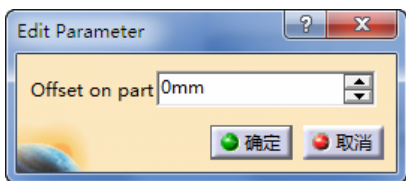

图 5-32 定义零件余量 (2)
● 定义零件余量 (2)。双击 “Isoparametric Machining.2” 对话框中的 “Offset on part”，弹出 “Edit Parameter” 对话框，可设置余量大小为 “0mm”，如图 5-32 所示。